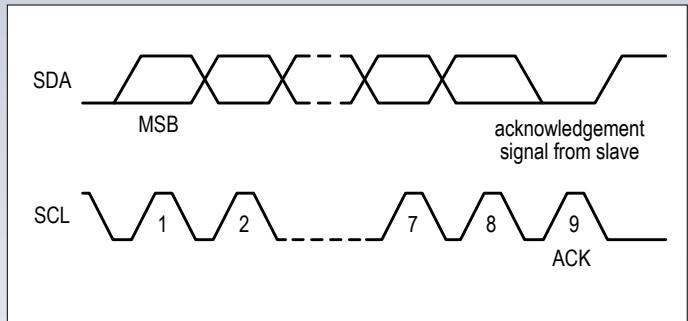

Figure 5. La manière de passer les bits d'adresse.
- Après quoi, le maître, comme l'indique la **figure 5**, envoie d'abord l'adresse de l'esclave, bit de poids fort en tête (MSB), suivie du bit de lecture/écriture (L/E) (0 = donnée de l'esclave au maître ou 1 = donnée du maître à l'esclave). L'adresse d'esclave compte généralement sept bits (le standard I2C permet aussi des adresses plus longues sur 10 bits, mais c'est rarement utilisé). Le fabricant des blocs périphériques fournit lui-même l'adresse, en partie du moins. La plupart du temps, le fabricant laisse à disposition quelques bits que l'on peut définir soi-même par câblage extérieur de manière à associer sur le bus plusieurs blocs identiques en leur conférant des adresses différentes. Les adresses des composants périphériques sont indiquées dans les fiches techniques, mais on peut les obtenir avec un outil tel que *i2cdetect*. Au total, l'adresse d'esclave et le bit de L/E font 8 bits, donc un octet.